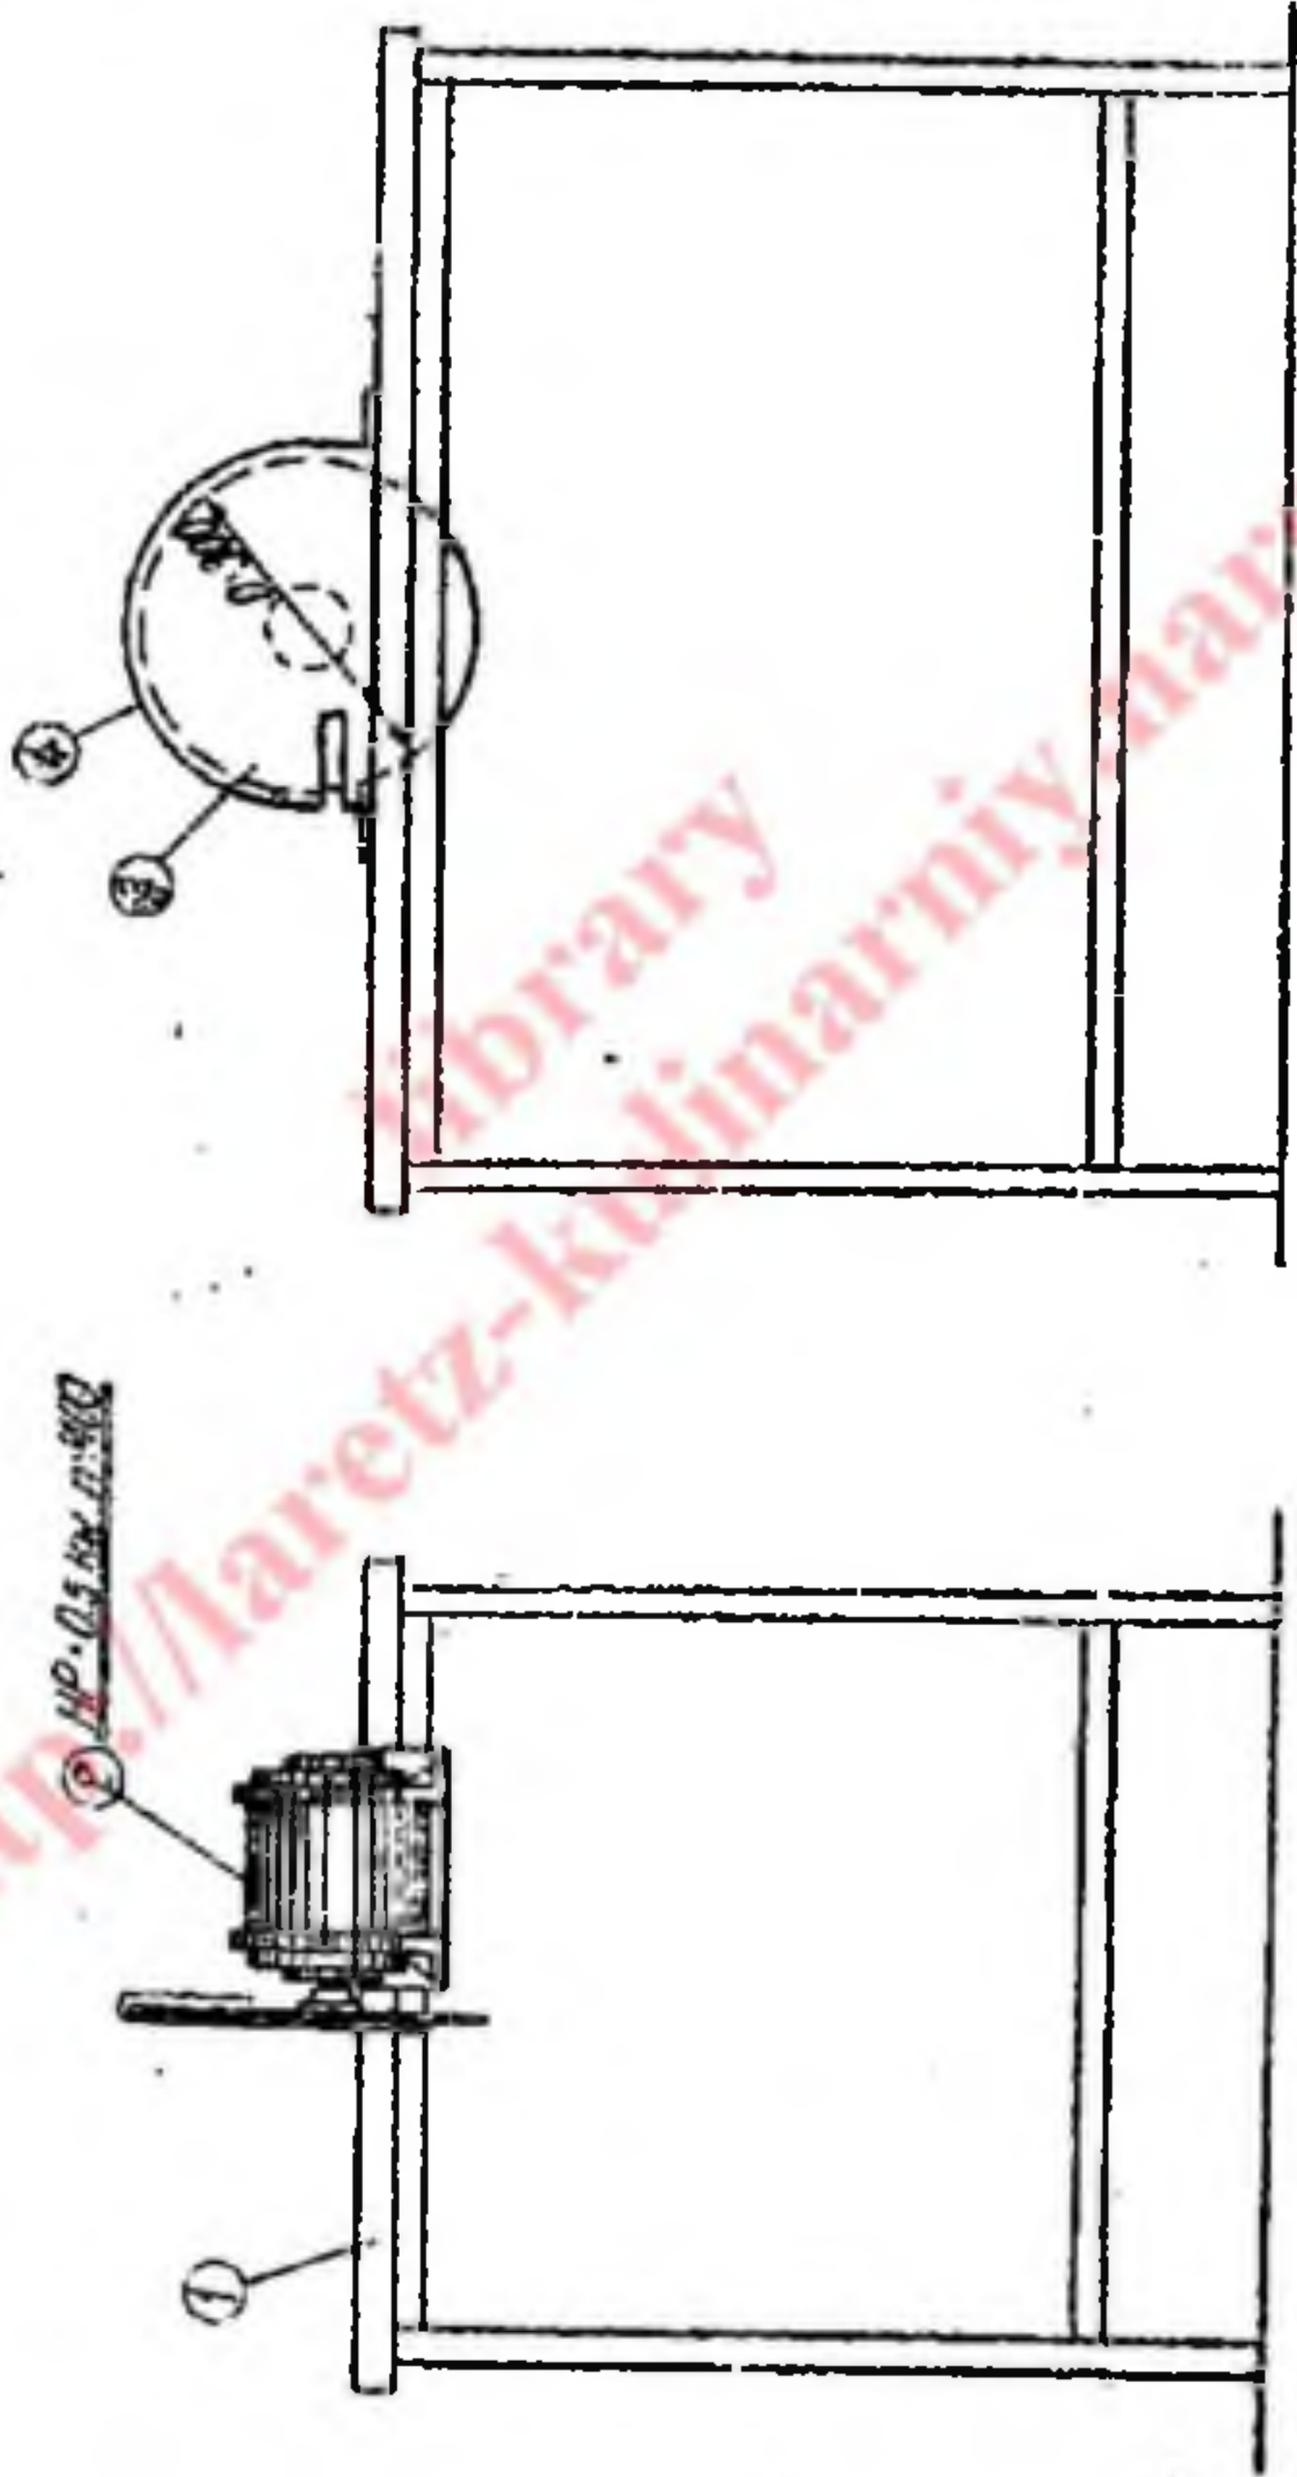

Рис. 12. Машина для обрезки плавников врупной частиковой рыбы.
Машина (рис. 12) представляет собой стол (1) на металлических или деревянных ножках, на котором установлен малой мощности электромотор (2) и с ним на одном валу укреплен диск (3) для резки плавников. Как видно.